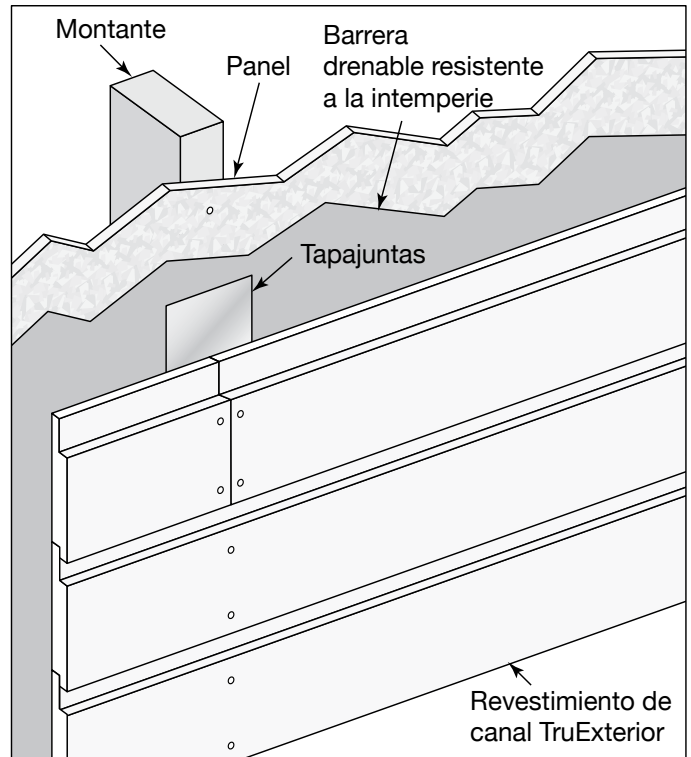

Fig. 4a
- Para perfiles de 4, 6 y 8 pulg., use 2 clavos por cada miembro de la estructura de entramado. Los dos clavos deben atravesar el frente del perfil. No se debe fijar el producto a través de la lengüeta (**Fig. 4a y 4b**).